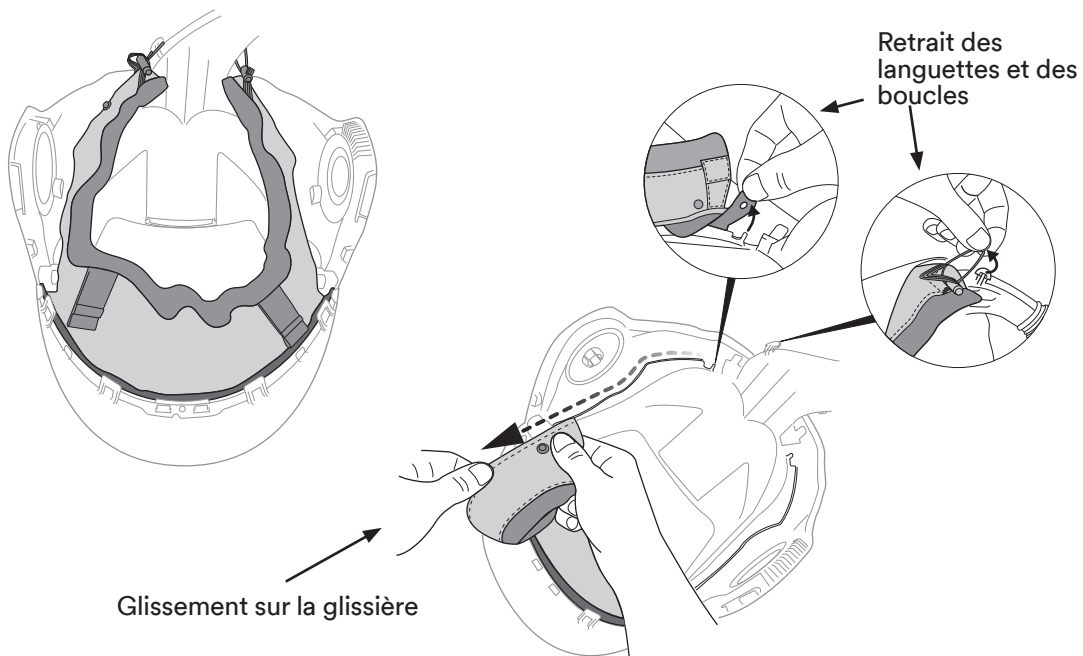

Fig. 13a
- Retourner le masque de soudeur et retirer les languettes et les boucles de retenue de la membrane d'étanchéité faciale de leur tige, à côté du tuyau d'admission d'air (Fig. 13a).